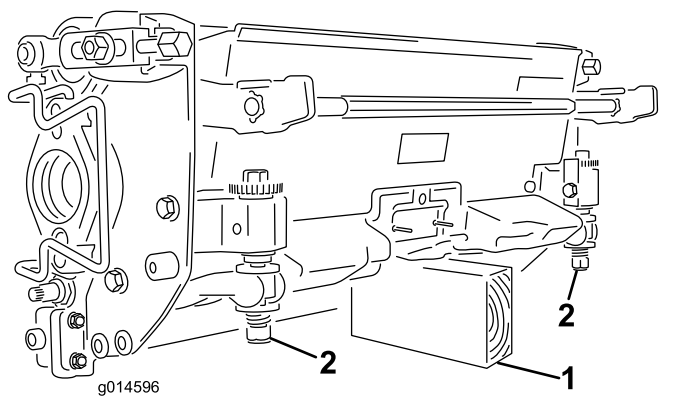

図 60
**重要** ベッドナイフやリールを見るためにカッティングユニットを立てる場合には、ベッドバー調整ねじのナットが床面に接触しないように、カッティングユニットの後ろ側をスタンドなどで支えてください 図 60。